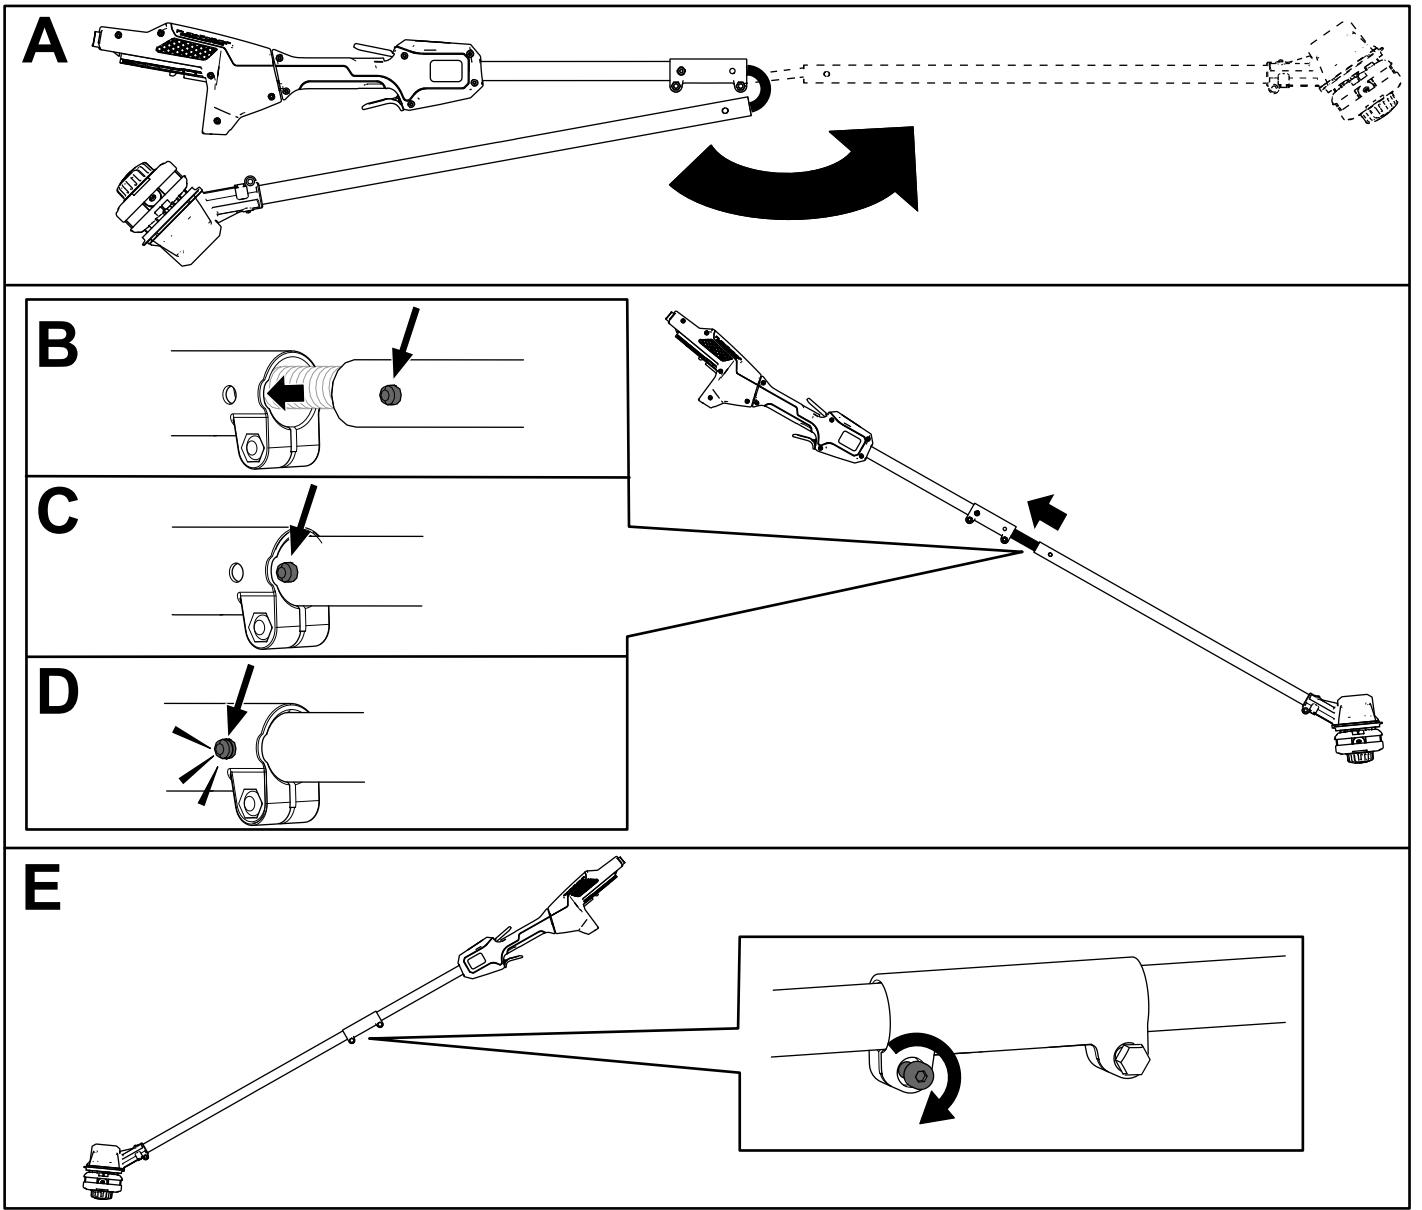

Figure 1
1. Dépliez le manche (A de la Figure 1).
2. Alignez le bouton de verrouillage de la moitié inférieure du manche et le trou dans la moitié supérieure, et emboîtez-les 2 moitiés ensemble (B et C de la Figure 1).
**Remarque:** Le bouton de verrouillage s'enclenche dans le trou quand les deux moitiés du manche sont correctement emboîtées (D de la Figure 1).
3. À l'aide de la clé Allen fournie, serrez la vis sur le connecteur du manche jusqu'à ce qu'il soit bien fixé (E de la Figure 1).